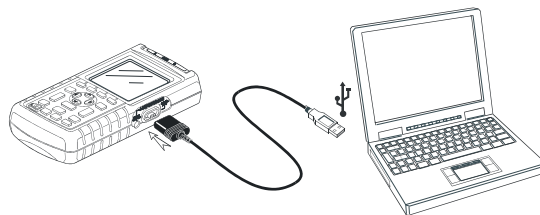

图 7-3. 连接计算机
- 使用光电隔离的 RS-232/USB 适配器/电缆（OC4USB）将计算机连接到测试仪的 **OPTICAL PORT**（光学端口）。见图 7-3。